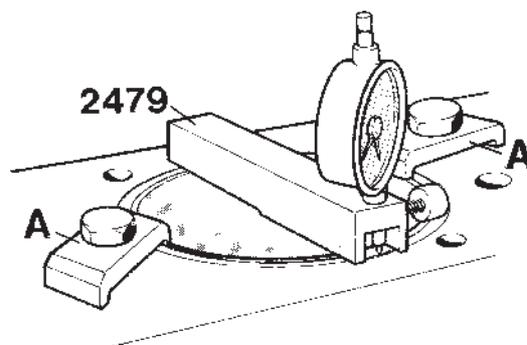
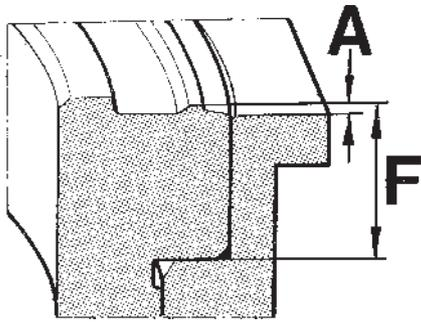

Fig. 55. Contrôle de la hauteur de chemise
Fig. 56.
- Mesurer la hauteur de chemise (cote « A » suivant la figure 56) à l'aide d'un comparateur et du support 2479 (figure 55). La mesure doit être effectuée en quatre points diamétralement opposés. Contrôler que le plan de bloc n'est pas endommagé lors de la mise à zéro du comparateur. Mettre à zéro quand la pointe glisse sur le plan du bloc. Pousser ensuite le comparateur contre le rebord en gradin de la chemise.
La hauteur de chemise cote (A) sera de 0,40 à 0,45 pour les moteurs de la série 100. Pour la version récente de chemise de cylindre, série 120; la cote (F) sera de 13,5 mm, voir figure 56 et la hauteur de chemise sera de 0,47 à 0,52 mm. En cas d'utilisation de chemise de version ancienne, la cote (F) sera de 13,63 mm et la hauteur de chemise sera de 0,60 à 0,65 mm. Ajuster la hauteur de chemise d'après le point 3 en cas de besoin.